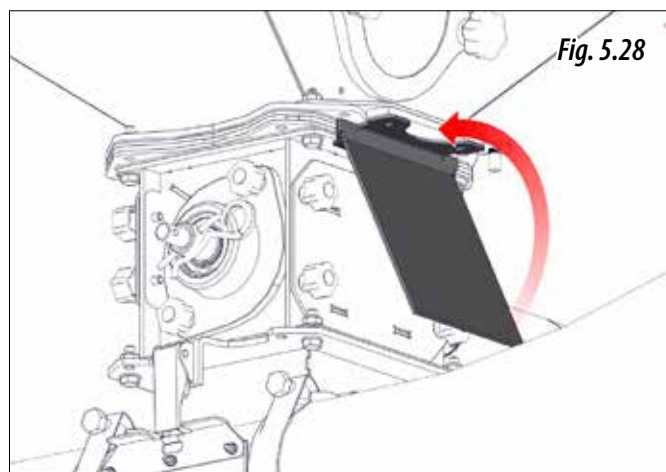
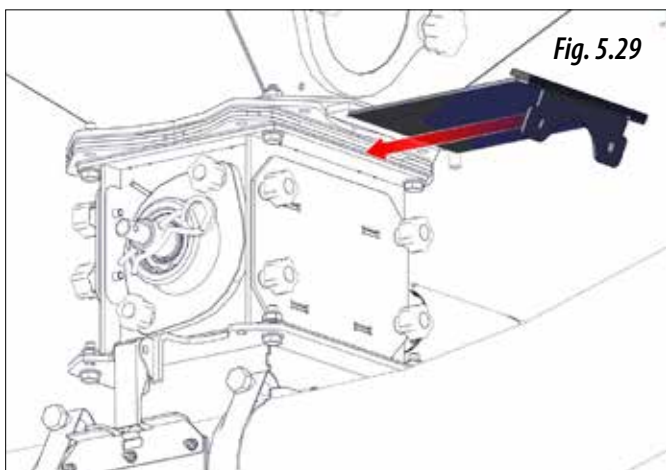
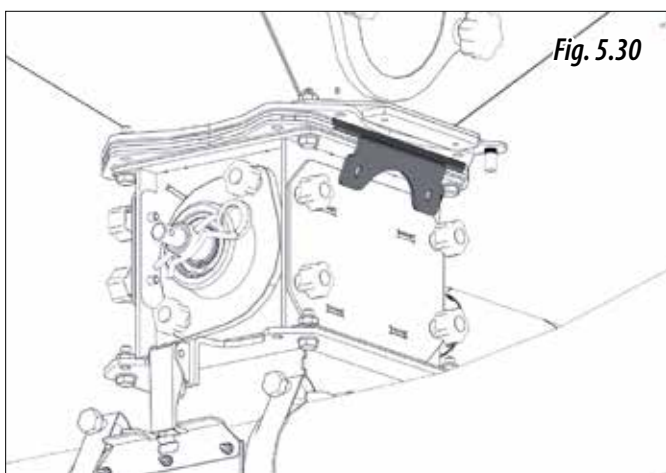

Fig. 5.28
Fig. 5.29
Fig. 5.30
**12-** Rotiți clapeta (Fig. 5.28) până când este fixată în fanta unității de dozare (Fig. 5.29 și Fig. 5.30).